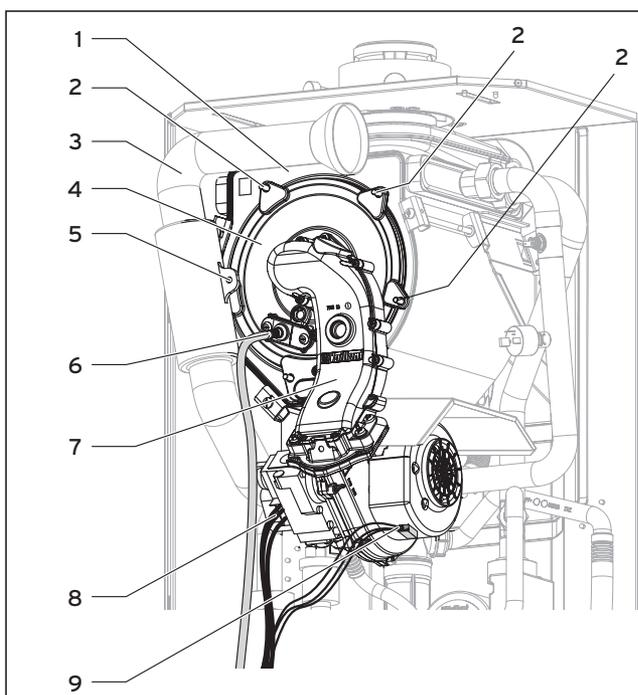
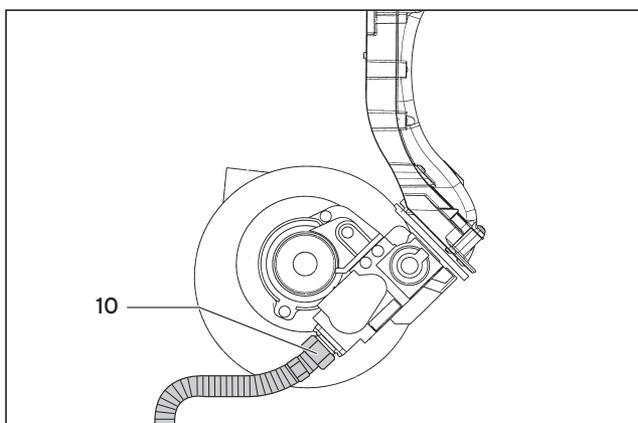

Fig. 7.3 Installare il modulo termico compatto
Fig. 7.4 Collegamento del gas
- Inserire il modulo termico compatto (4) sullo scambiatore di calore integrale a condensazione (1) (fig. 7.3).
- Avvitare i 5 dadi (2) omogeneamente in modo incrociato.
- Applicare il tubo di aspirazione dell'aria (3) al bocchettone di aspirazione e stringete la vite (5).
- Collegare la conduzione di alimentazione del gas (10) con una nuova guarnizione alla valvola del gas (fig. 7.4).
- Chiudere i due connettori dei cavi di accensione e di messa a terra all'elettrodo di accensione (6).
- Attaccare i cavi (9) sul motore del ventilatore ed il cavo (8) sulla valvola del gas.
Controllare la tenuta stagna del gas all'allacciamento del gas (10) con spray per l'individuazione di perdite (fig. 7.4).